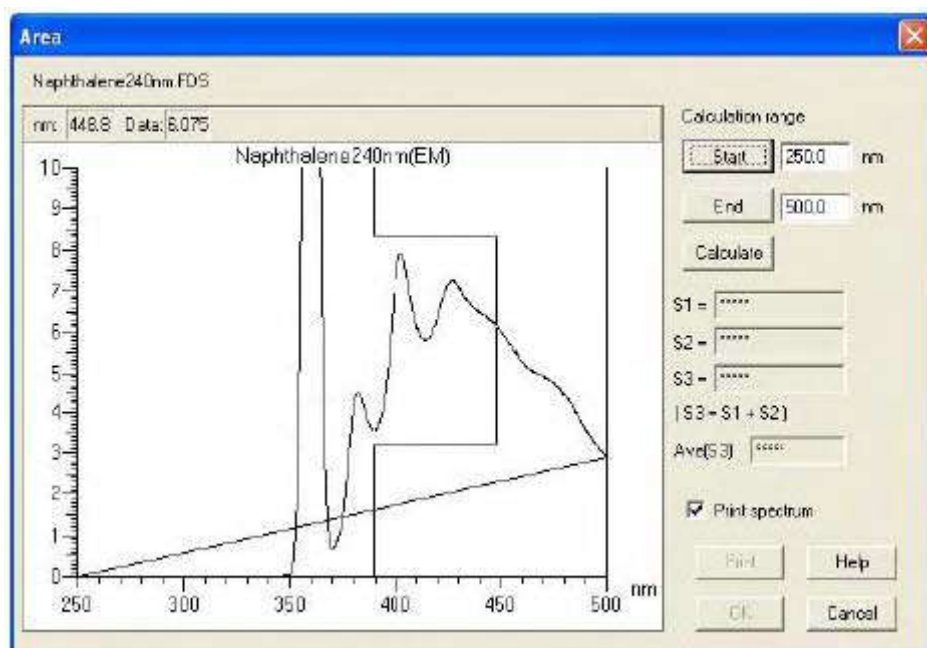

Рис. 7-37
- (1) Как показано на рис. 7-37, определите область, которую хотите увеличить, и удерживая левую кнопку мыши, начертите прямоугольник.